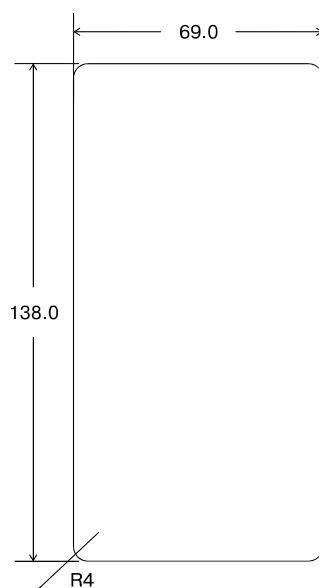

Рис. 6. а).
На Рис. 6 приведена разметка под установку блока ВК-361ТР в щите.
Рис. 6 б).
- Установить блок вторичный в щите. Разметка под установку приведена на *Рис. 6 а)* в разделе 3.